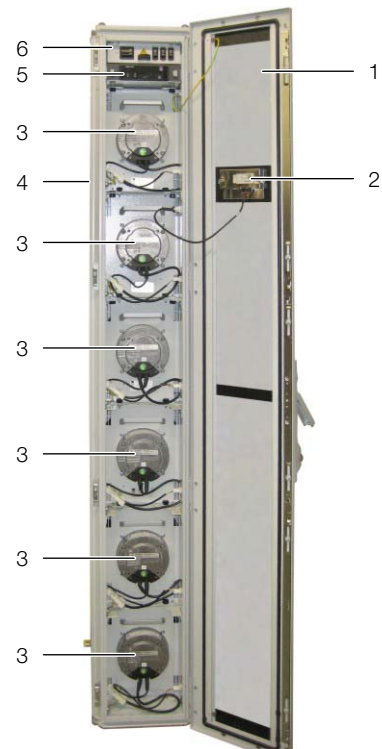

Рис. 11: Liquid Cooling Package вид спереди – передняя дверь открыта (вариант 55 кВт)
- 13 Блок управления СМС III PU (см. рис. 11, поз. 5)